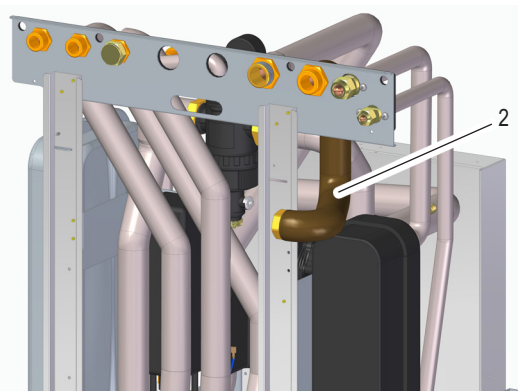

fig. 4
**POLSKI** Zamontować przewód rurowy (ID=2 Tab. 1 / rys. 4).
**ITALIANO** Montare tubazione (ID=2 Tab. 1 / fig. 4).
**ENGLISH** Fit piping (ID = 2 Tab. 1 / fig. 4).
**ESPAÑOL** Monte la tubería (ID=2 Tab. 1 / fig. 4).
**PORTUGUÊS** Monte a tubagem (ID=2 Tab. 1 / fig. 4).
**FRANÇAIS** Monter le tuyau (ID=2 Tab. 1 / fig. 4).
**БЪЛГАРСКИ** Монтирайте тръба (ID=2 Tab. 1 / fig. 4).
**ROMÂNĂ** Montați conducta (ID=2 Tab. 1 / fig. 4).
**SHQIP** Montoni tubacionin (ID=2 Tab. 1 / fig. 4).